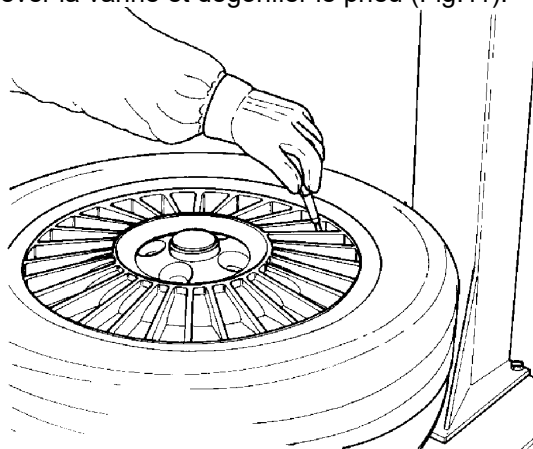

Fig.11
- A. Enlever toutes les masses des bords de la jante. Enlever la vanne et dégonfler le pneu (Fig.11).